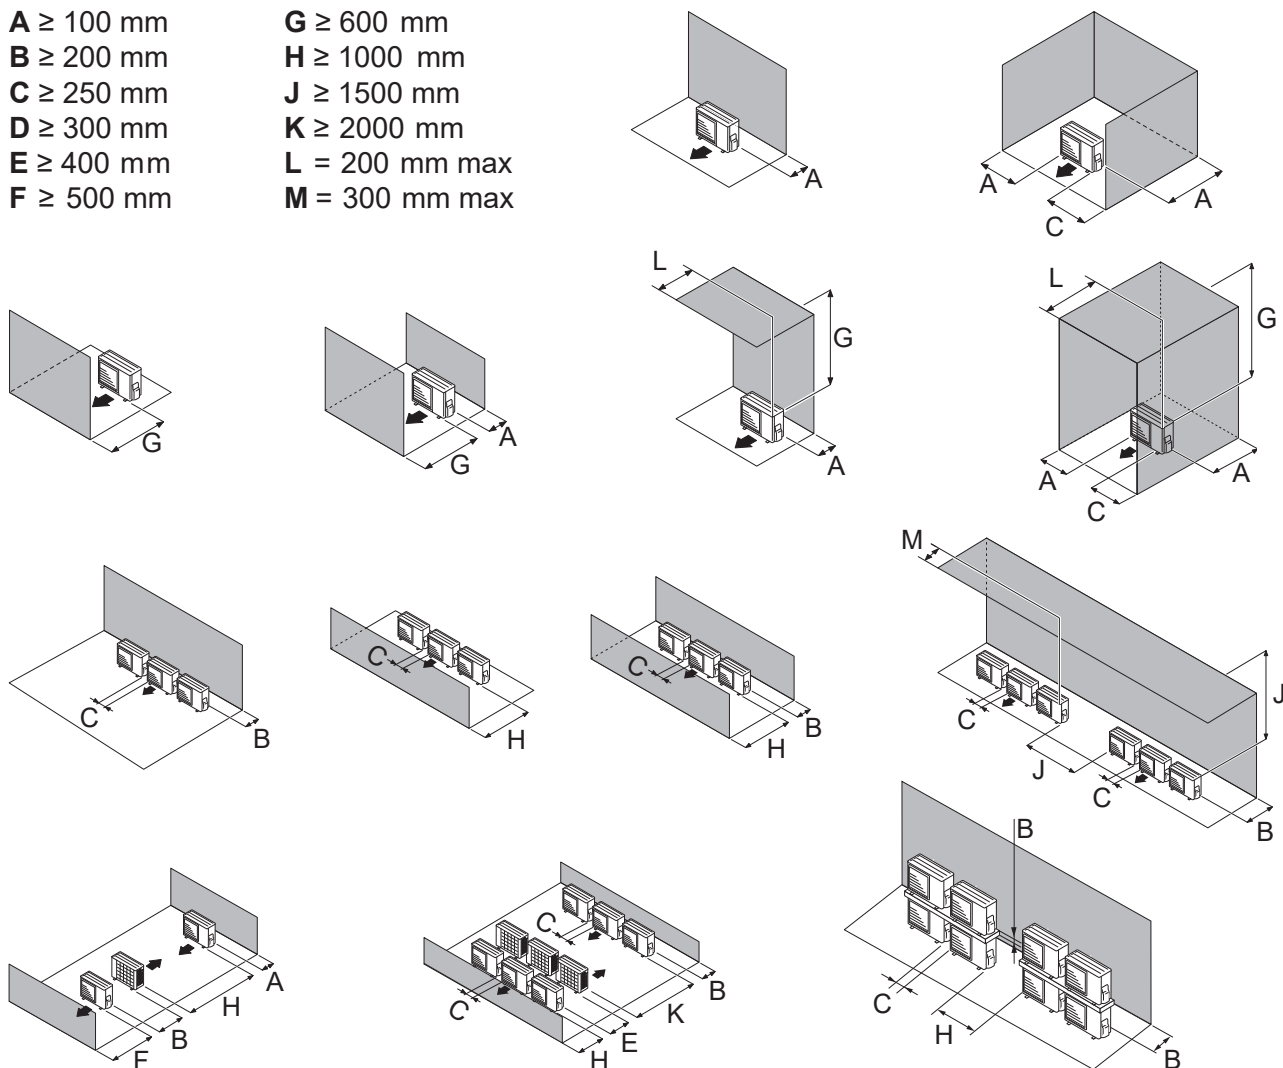
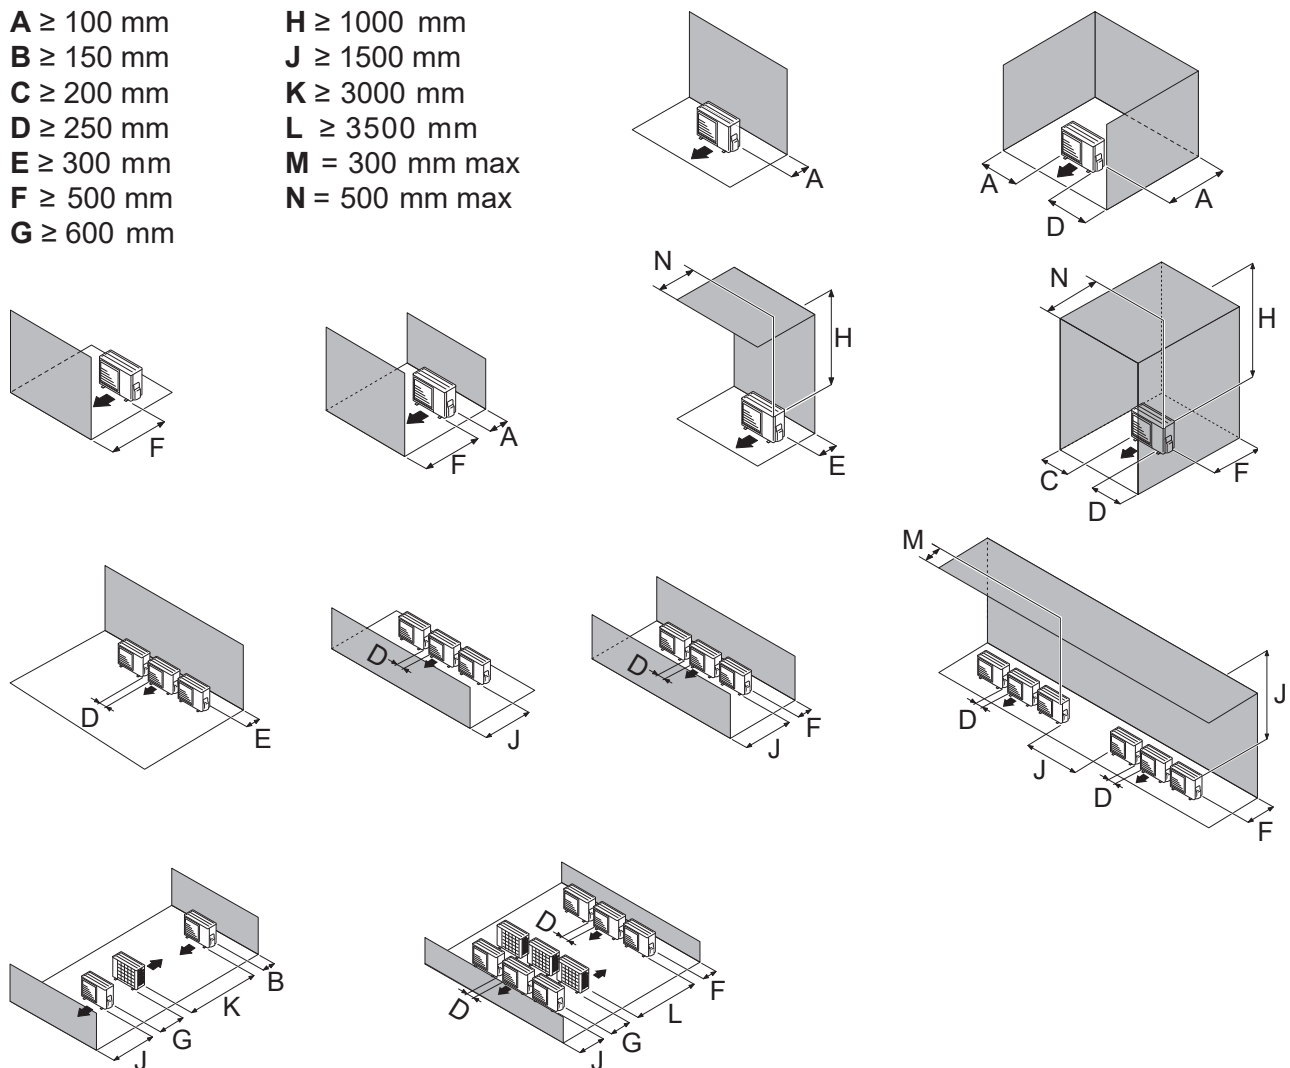

Abb. 16 - Installationsmindestfreiräume um die Außeneinheit (Modell 5, 6 und 8)
Abb. 17 - Installationsmindestfreiräume um die Außeneinheit (Modell 10)
- Die Einheit muss für Installations- und spätere Wartungsarbeiten perfekt zugänglich sein (Abb. 16 und Abb. 17, Seite 18).
- Die Luftzirkulation durch den Verdampfer und am Ventilatorausgang darf durch nichts behindert werden (Abb. 16 und Abb. 17, Seite 18).